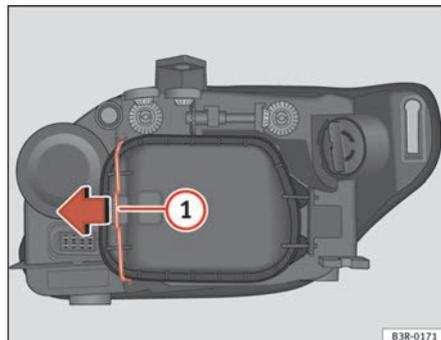

Fig. 208 Feu de position (côté intérieur véhicule)
- Déplacez le tirant ⇒ fig. 208 ① dans le sens de la flèche et retirez le couvercle rigide en séparant d'abord le côté du tirant et en ôtant ensuite les deux languettes de l'autre extrémité du couvercle.